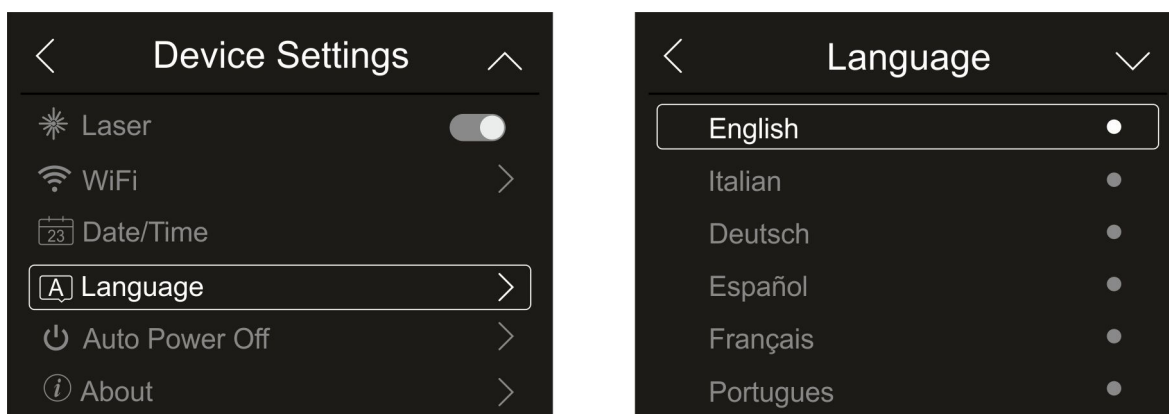

Fig. 20: Configurações do Idioma do sistema
1. Clique em “Auto Power Off” para definir o tempo de desligar automaticamente do instrumento. O ecrã da Fig. 20 - lado direito é exibido: